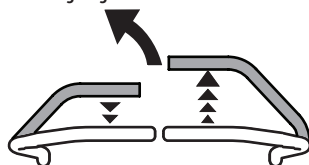

Fig. 22
- Pour tourner à gauche, déplacez le levier de contrôle de conduite gauche en arrière du levier de contrôle droit (Fig. 22).